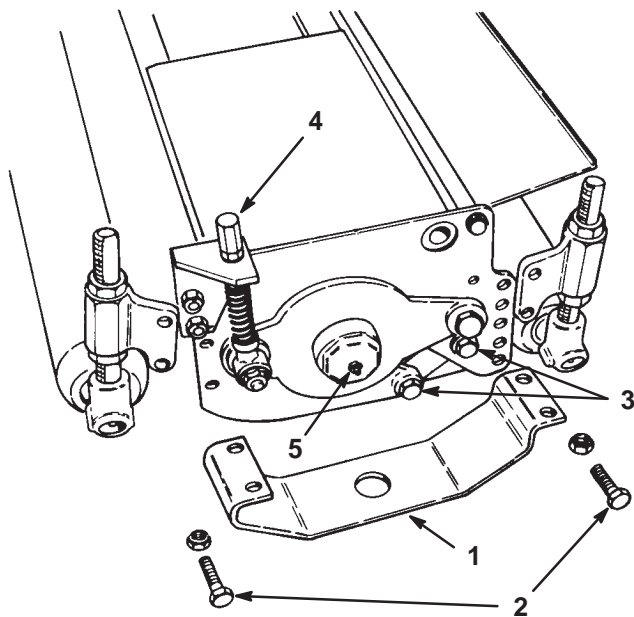

Fig. 28
1. Ta bort fästena på bägge sidor av klippenheten och de främre och bakre rulldelarna (fig. 28).
11. För att ta ut lagret och tätningen från lagerhuset tar du bort dammhylsan (fig. 28) och trycker ut lagret och tätningen.